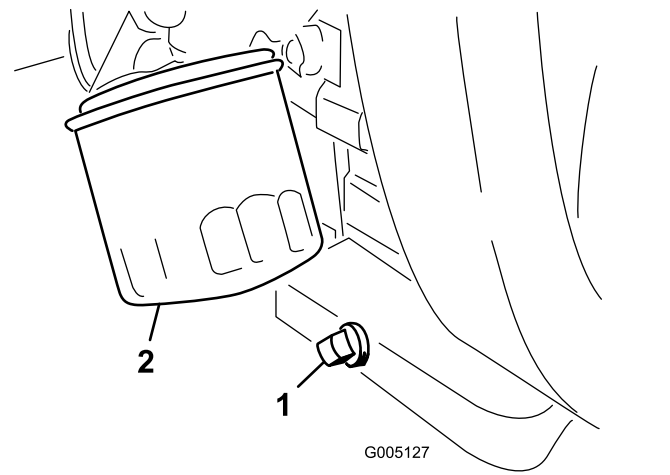

Figura 34
- Retire el tapón de vaciado (Figura 34) y deje fluir el aceite a un recipiente apropiado.
- Limpie las roscas del tapón de vaciado, aplique sellador de PTFE, e instale el tapón de vaciado (Figura 34).
- Retire el filtro de aceite (Figura 34).